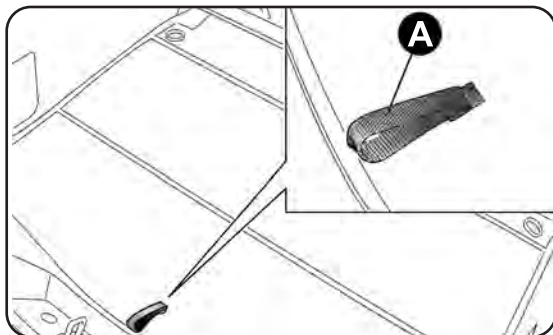

fig. 113
- abra el maletero, tire de la lengüeta A-fig. 113 y levante la alfombrilla;
- abra el maletero, tire de la lengüeta A-fig. 113, levante la alfombrilla y retire el suplemento fig. 119 del compartimento de carga;